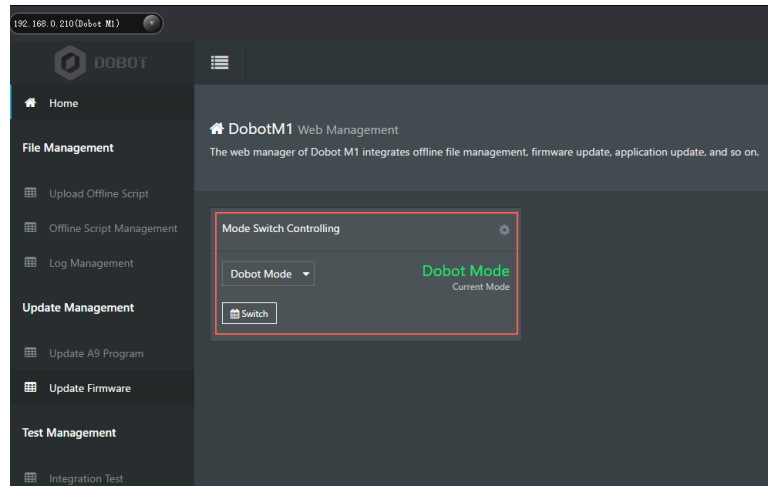

图 5.8 Dobot M1 状态
- 仅Dobot M1处于Dobot模式时，DobotStudio才能与Dobot M1连接。可在“Tools > Web Manager”的首页查看Dobot M1的当前模式，如图 5.8所示。详细请参见6.6 在线管理操作。